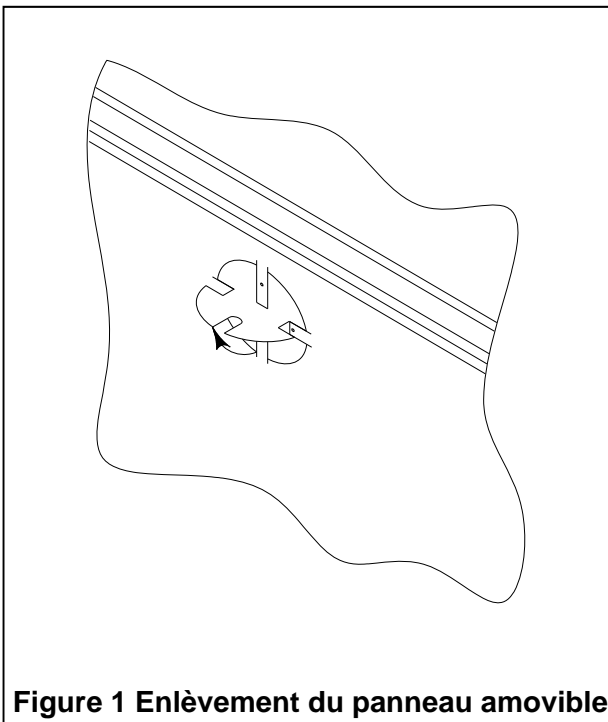

Figure 1 Enlèvement du panneau amovible
3. Le conduit isolé flexible peut être raccordé à l'un ou l'autre des trois côtés du foyer. Commencez par enlever le panneau amovible sur le côté de votre choix (voir Figure 1). Pliez ensuite les quatre languettes à 90°.